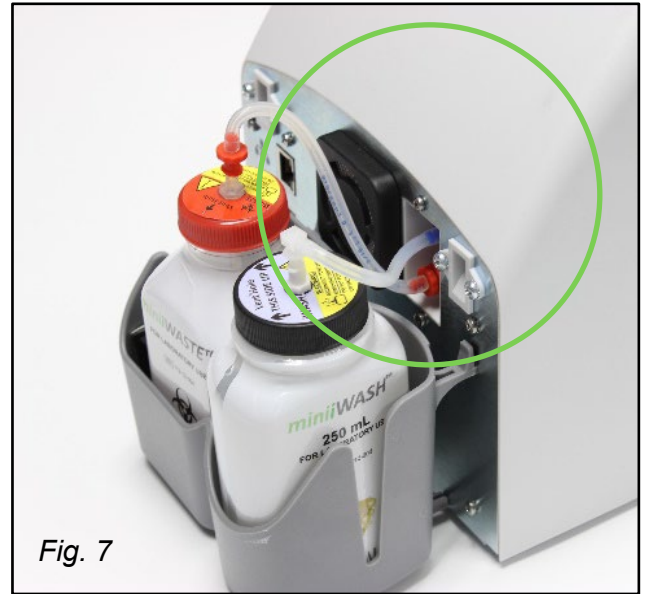

Fig. 7
2.4.2. Connexion du flacon miniiWASTE (Fig. 7 et 8) :
2.4.3. Connexion du flacon miniiWASH (Fig. 7 et 8) :
2.4.4. Placez les deux flacons connectés dans le porte-flacons (Fig. 7).